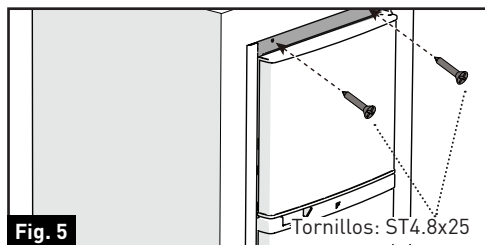
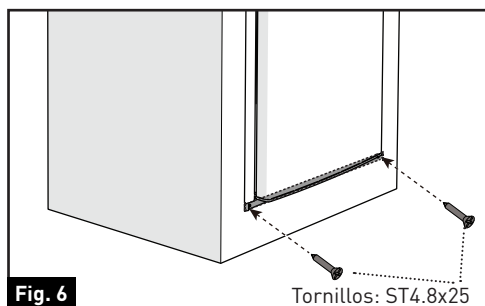

Fig. 5
Fig. 6
- Fije el refrigerador en el gabinete con los tornillos autorroscantes (x2 cada uno en la parte superior / inferior). (Fig. 5 y Fig. 6)